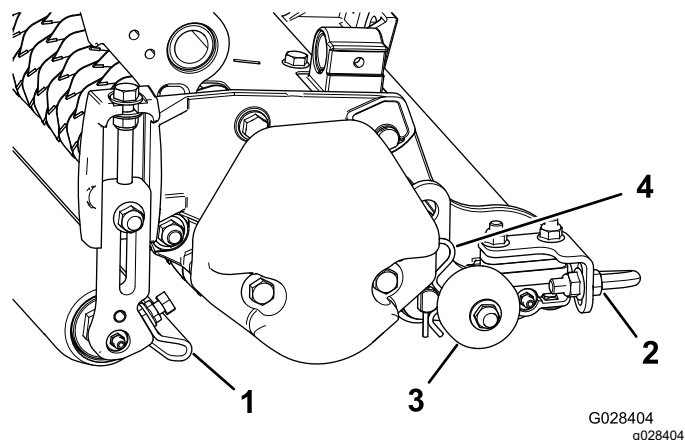

Figure 11
1. Desserrez les écrous à embase qui fixent les racloirs de rouleaux (Figure 11).
Important: Avant d'abaisser les verticutters au sol ou de les déposer du groupe de déplacement, abaissez les rouleaux de transport (Figure 11) pour ne pas endommager les lames au contact de la surface dure.